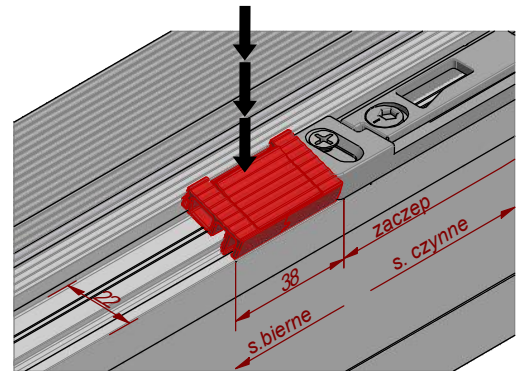

rys. 25
3. Dla listwy FL 24 mm złożony stoper jest gotowy do montażu. (rys. 24) W przypadku progów z listwą FL22 mm usuń wewnętrzne ryfle z elementów progowych i umieść złożoną całość wciskając od góry w próg tuż obok zaczepu ryglującego pod skrzydłem biernym. (rys. 25)